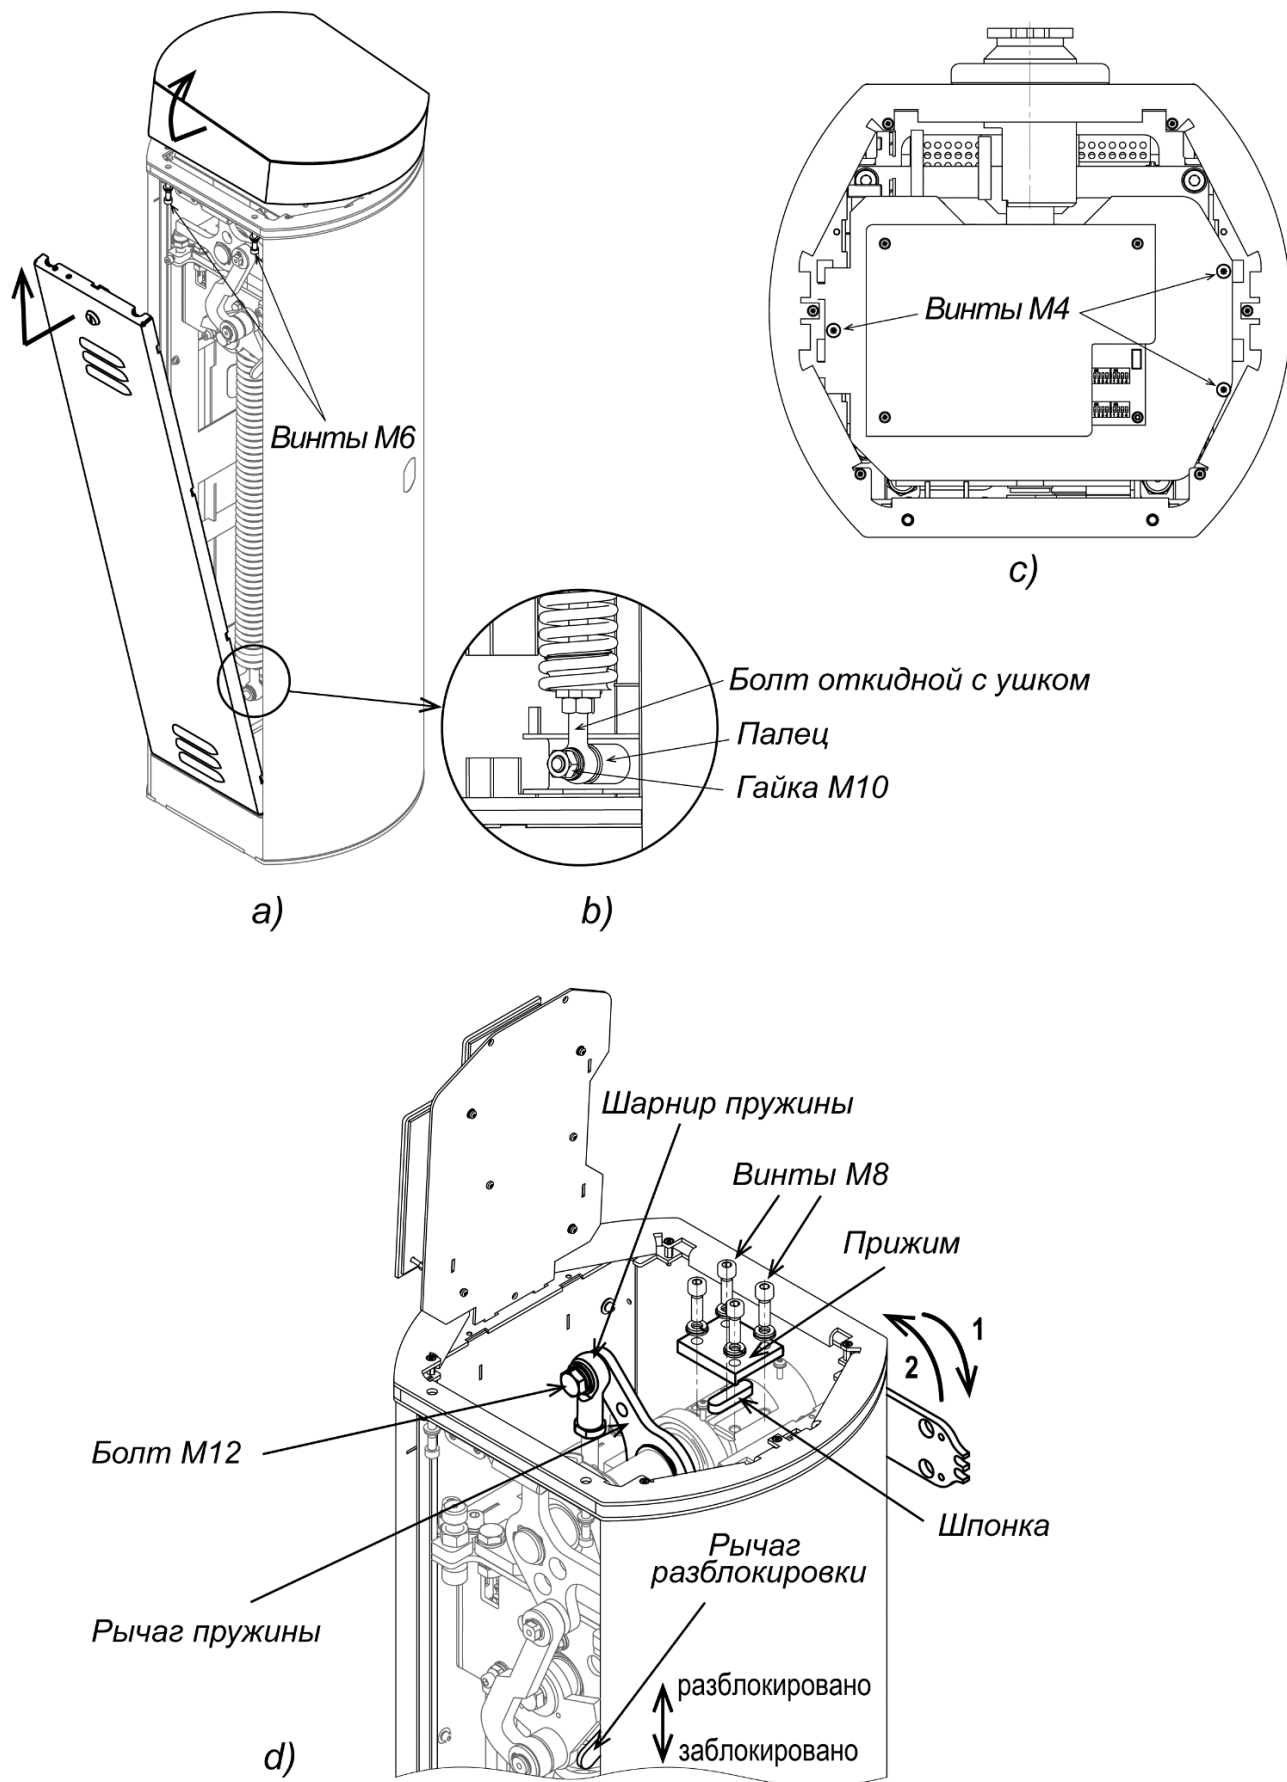

Рисунок 10. Порядок переустановки стрелы шлагбаума
Если установка планируется на месте с подходящим фундаментом, но в котором уже имеются установочные шпильки или анкера (например от другого шламбаума), можно воспользоваться установочным швеллером *PERCo-GM2* (входит в основной комплект поставки) (см. рис. 10).
4. Открутите три винта М4 и поверните пластину с блоком управления на 90 градусов вверх (см. рис. 10с).